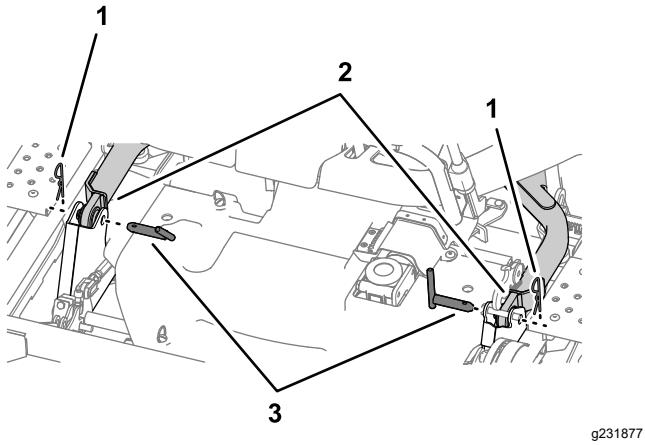

Figura 115
10. Rimuovete le 2 coppiglie ad anello e i 2 perni con testa che fissano i bracci di sollevamento su ciascun lato del piatto di taglio (Figura 115).
6. Montate la coppiglia ad anello e il perno con testa per fissare i bracci di sollevamento su ciascun lato, fate riferimento alla Figura 115 in Rimozione del piatto di taglio \(pagina 81\).